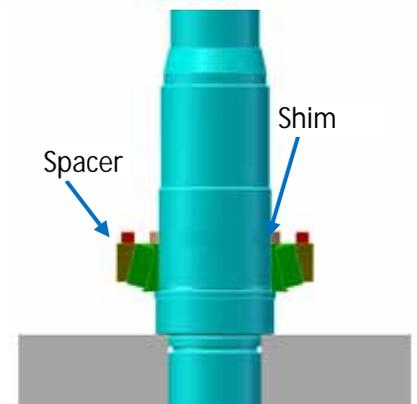

Figura 56a - Placing Shim and Spacer
5. Coloca shim, Figura 56a, encima de eje en cono abajo y bearing roller asemblea.
7. Coloca el espaciador sobre eje y en taza abajo, Figura 56a.